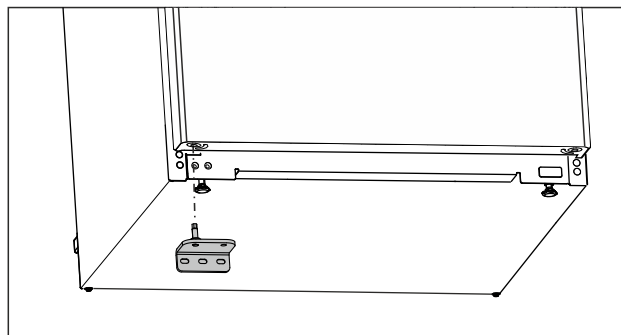

Fig. 22
- Włożyć dolną płytkę zawiasu po przeciwnej stronie. (patrz Fig. 22)